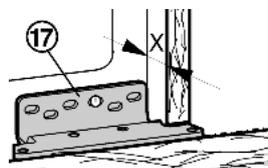

Fig. 30
- ▶ Sotto il blocco di supporto Fig. 30 (17) misurare la distanza (X) dal bordo anteriore del fianco del mobile all'apparecchio.